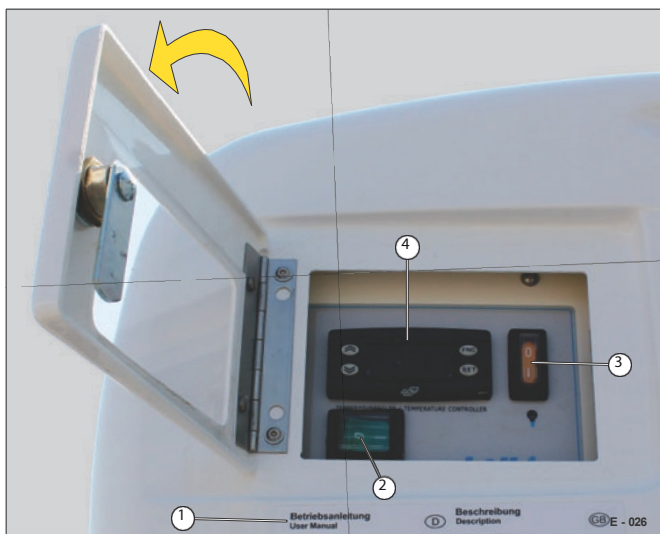

Fig. 26 Manövrering av kylaggregatet
- Slå på den gröna huvudströmbrytaren (Fig. 26/2).
Följ snabbguiden (Fig. 26/1) på kylaggregatet.
- Tänd vid behov belysningen i överbyggnaden med den orangefärgade strömbrytaren (Fig. 26/3).